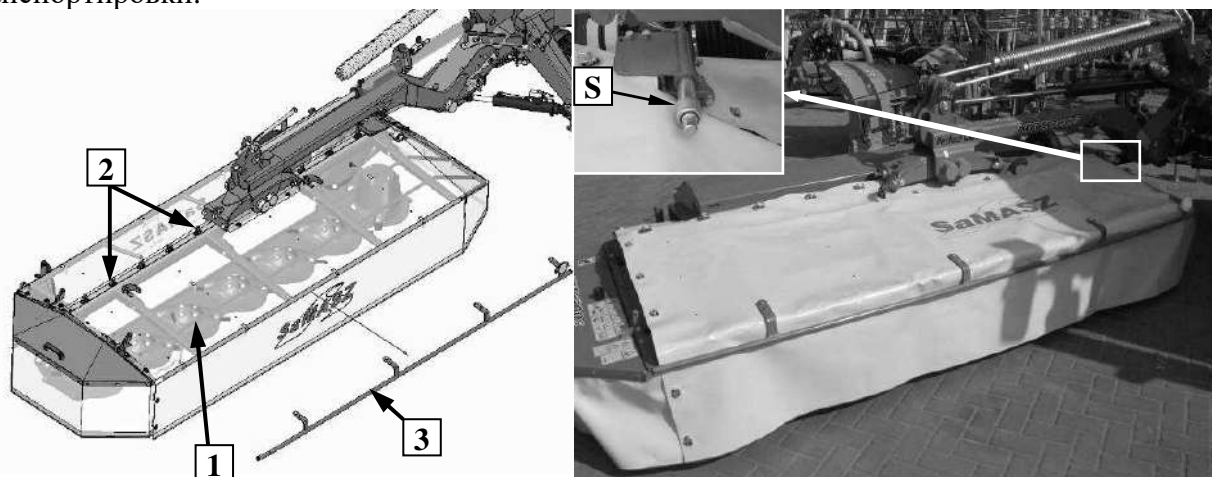

Рис. 8. Крепление брезентовой защиты на косилке
Рис. 8. Брезентовый кожух следует подложить под шкворень (S) транспортной блокировки, для того чтобы избежать повреждения брезента во время установки косилки для транспортировки.